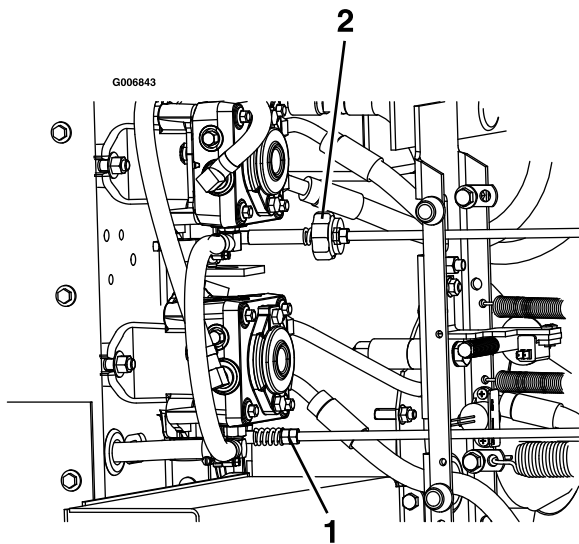

Figure 66
9. Pour obtenir la position POINT MORT, réglez les tringleries de commande de pompe droite et gauche qui relient la commande de direction aux bras de commande de pompe jusqu'à ce que la roue s'arrête de tourner ou tourne légèrement en sens inverse (Figure 66).
11. Réglez la tringlerie de pompe droite en utilisant une clé pour tourner les doubles écrous sur l'ensemble (Figure 66).